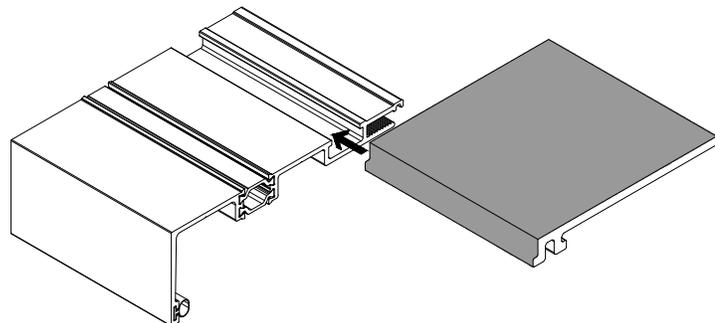

FIG. 4
- Si des ancrages sont utilisés, insérez-les à l'avance et fixez-les temporairement avec du ruban adhésif. **Voir FIG 4.**